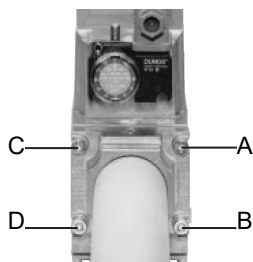
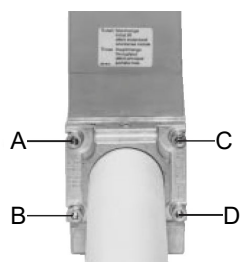

Fig. 5
Fig. 6
- 1 Allentare le viti A e B **non** svitare (Fig. 5 e Fig. 6)
- 2 Svitare le viti C e D (Fig. 5 e Fig. 6)